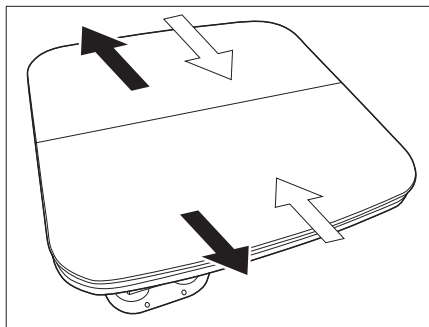

Fig. 102 Separazione delle parti esterne
- Separare le parti esterne del tavolo (Fig. 102 - frecce nere).
- Avvicinare le parti esterne del tavolo (Fig. 102 - frecce bianche).